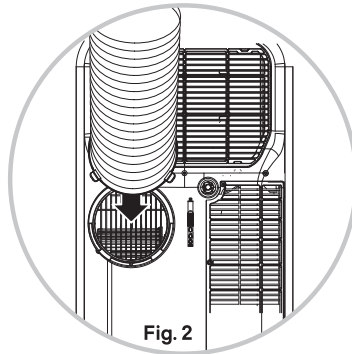

Fig. 2
4. Faire glisser le raccord du tuyau d'évacuation (13) vers la sortie d'air (9) à l'arrière de l'unité. (Fig. 2)